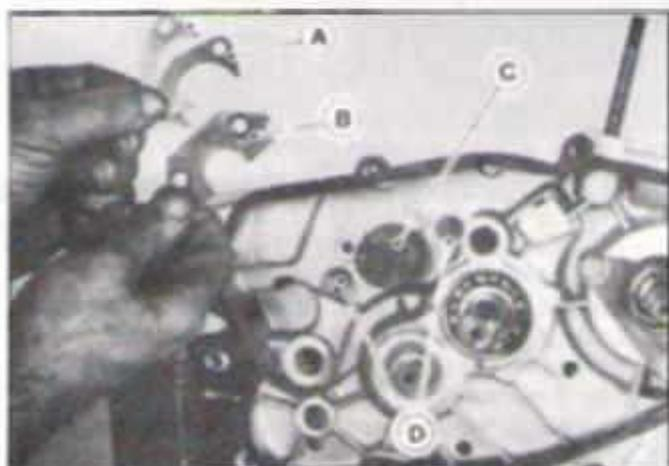

FIG. M23 - A. CALÇOS
- b. Deve-se repetir esta operação para todas as seis marchas. Se o jogo for nulo, aumentar ou diminuir as espessuras dos calços e recolocá-lo em condições normais. Figura M23.